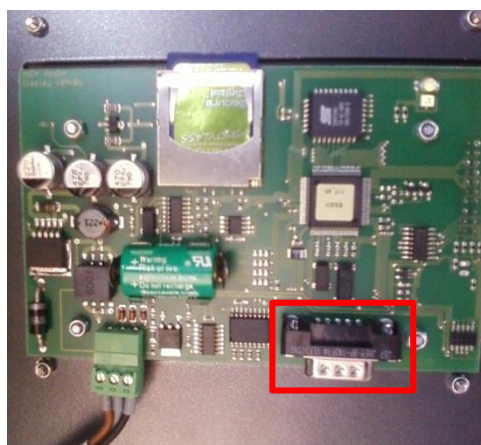

Abb. 3.1: Hauptplatine des INCA Prozessgas-Analysegerätes
- 2) Verbinden Sie ein Ende des Nullmodemkabels mit dem in Abb. 3.1 markierten Anschluss.